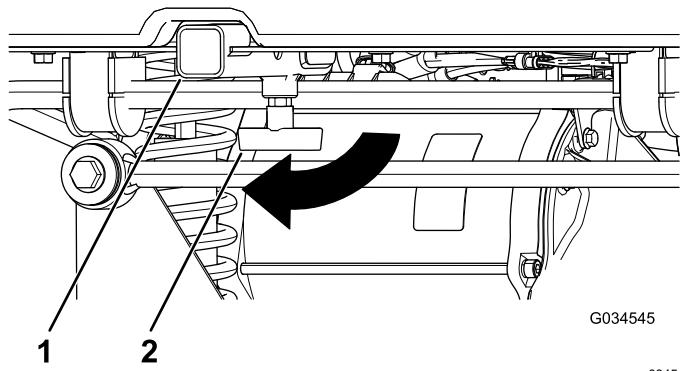

Рисунок 15
2. Вставьте принадлежность в приемное устройство до упора (Рисунок 15).
1. Ослабьте Т-образную рукоятку, повернув ее по часовой стрелке (Рисунок 15).